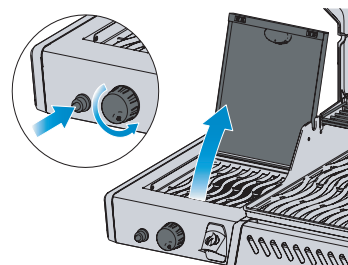

Fig. 3
4. Hvis brænderen ikke vil optændes- drej brænderkontrolknappen med uret til SLUK-positionen. Vent fem minutter. Gentag trin 2 og 3. (Fig. 3)